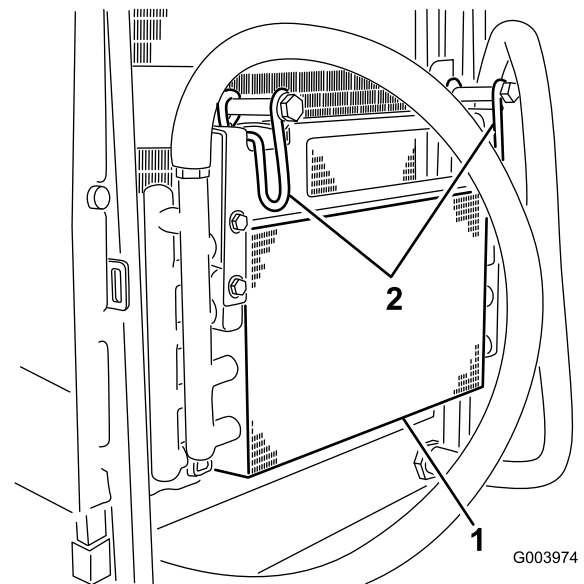

Bild 66
5. Drehen Sie die Riegel nach innen, um den Ölkühler zu lösen (Bild 66).